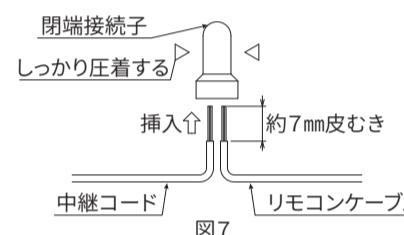

図7
- リモコンケーブルを7mmほど皮むきして、中継コード（長さ約400mm）の閉端接続子に挿入し、しっかりと圧着します。（図7）
- リモコンケーブルを7mmほど皮むきして、閉端接続子に挿入し、しっかりと圧着します。（図7）